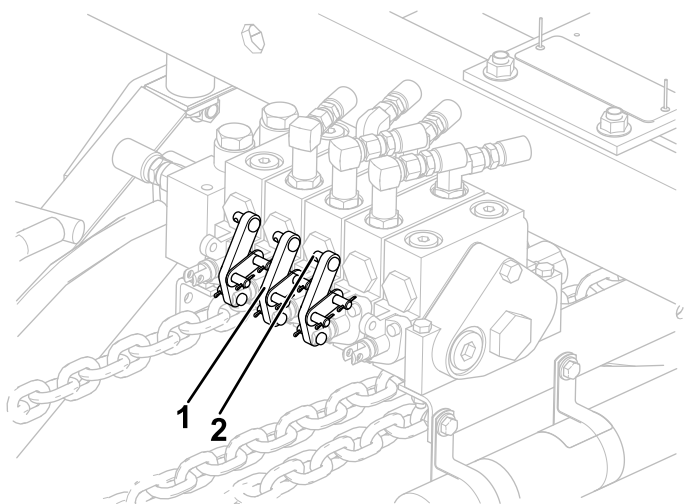
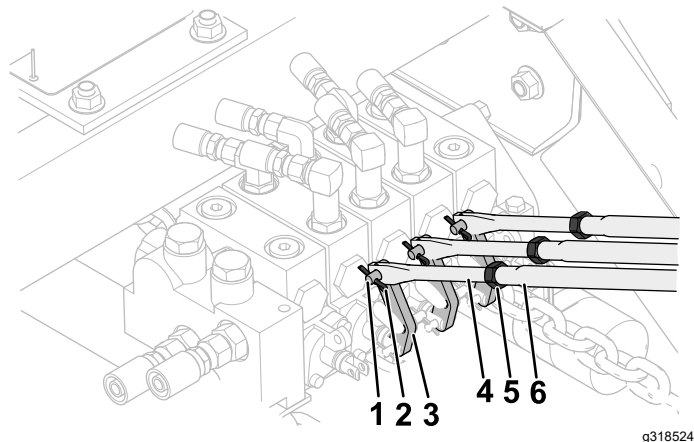

图 9
图 10
6. 朝阀门的方向转动杆或将其拉出以找到中间位置确保滑阀杆图 9 位于空档中间位置。
8. 将六角螺母 7/16 英寸拧到每个下控制杆上 图 10。
10. 将下控制杆部分拧入上控制杆 图 10。
11. 将下控制杆 图 10 端部的孔与控制阀杆 图 9 中的安装销对齐。
13. 用开口销将控制杆固定到控制阀杆上 图 10。
15. 正确调整杆后拧紧下控制杆上的六角螺母 图 10。